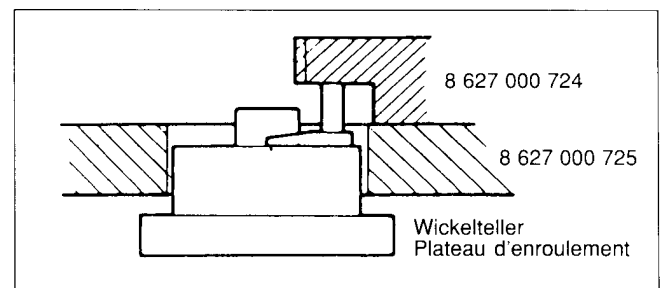

Fig. 36
4. Danach die Oberkante der Wickelteller messen, siehe Fig. 36.
4. Mesurer la surface supérieure du plateau tel qu'indiqué à la Fig. 36.